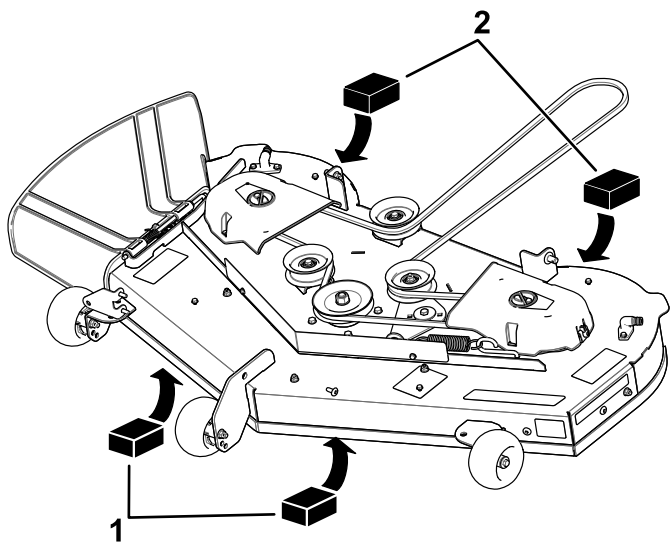

Figure 61
4. Placez deux cales de 6,6 cm (2⁵/₈ po) d'épaisseur chacune sous chaque côté du bord avant du tablier de coupe, mais pas sous les supports des galets anti-scalp (Figure 61).
5. Placez deux cales de 7,3 cm (2⁷/₈ po) d'épaisseur chacune sous le bord arrière de la jupe du tablier de coupe, une de chaque côté (Figure 61).